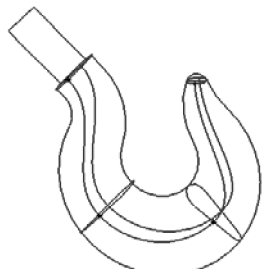

图 5-25 吊钩曲线
- 21 图形区中除实线外，将其余辅助线、基准平面及虚线等隐藏，吊钩的曲线构建操作即完成，最终结果如图 5-25 所示。